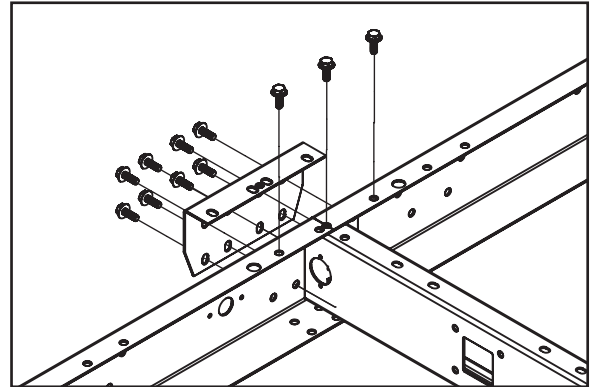

Fig. 6
Étape 10 : Boulonnez les poutres de rail longues et courtes (n° 6 et n° 5) ensemble. Plaquez la longue poutre de rail (n° 6) de l'étape précédente contre la courte poutre de rail (n° 5) et placez l'une des plaques de raccordement (n° 7) sur cette jonction. La poutre transversale centrale (n° 4) étant alignée avec les trous, utilisez 11 boulons M10 x 30 mm (n° 1) et écrous M10 (n° 2) et fixez de façon à ce que les pièces puissent bouger légèrement comme indiqué (fig. 6).